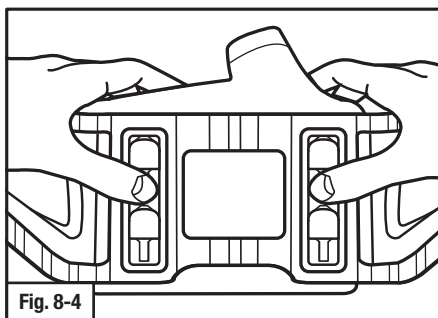

Fig. 8-4
3. Empurre o cinto para baixo entre os buracos superiores e inferiores em cada lado usando os seus polegares (Fig. 8-4).